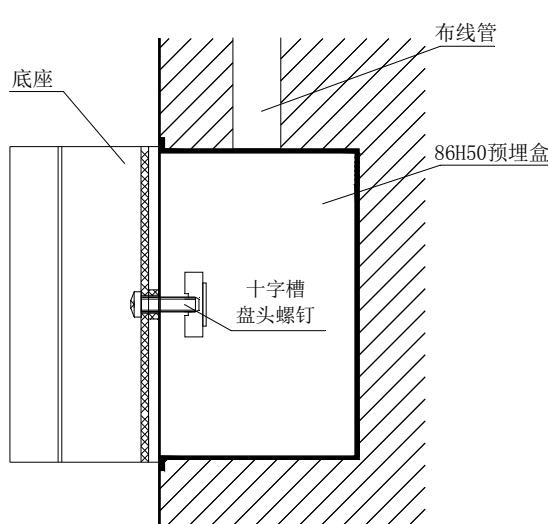

图 4-1
- ★ 固定底座：将导线从LD60(ED)底座背面进线孔穿入，用M4螺钉如图4-1所示将其安装在预埋盒固定孔上，安装尺寸见图3-3。